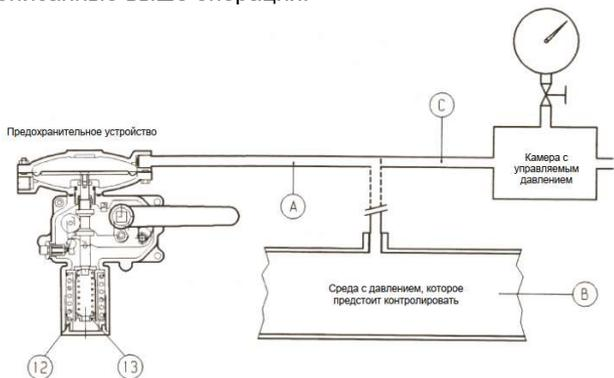

Рис.15
- b) В устройствах без нажимного (кнопка «Push») клапана (Рис. 15) мы рекомендуем отдельно подключать контрольную головку к вспомогательному источнику управляемого давления, после чего повторить все описанные выше операции.